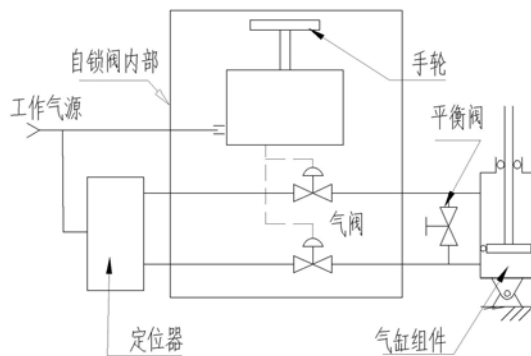
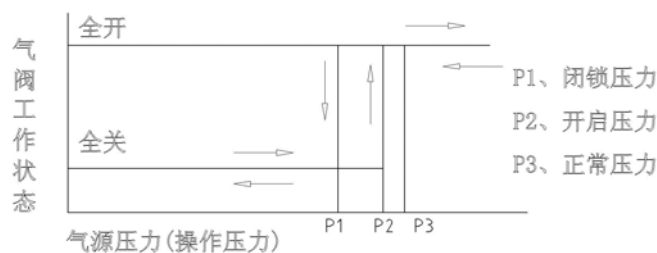

图 5: 自锁阀气锁工作原理图
图 6: 自锁阀工作特性图
b)、断气自锁原理:本自锁装置的基本部分是气动自锁阀,其工作原理如图 5 所示,当工作气源小于自锁阀设定的压力时,自锁阀的气阀关闭,气缸的气路与定位器的气路被切断,气缸的压力保持在闭锁前的状态,机构保持不动。当工作气源大于自锁阀开启压力时,气阀打开,机构正常工作。气动自锁阀的工作特性如图 6 所示。手轮可设定开启压力。